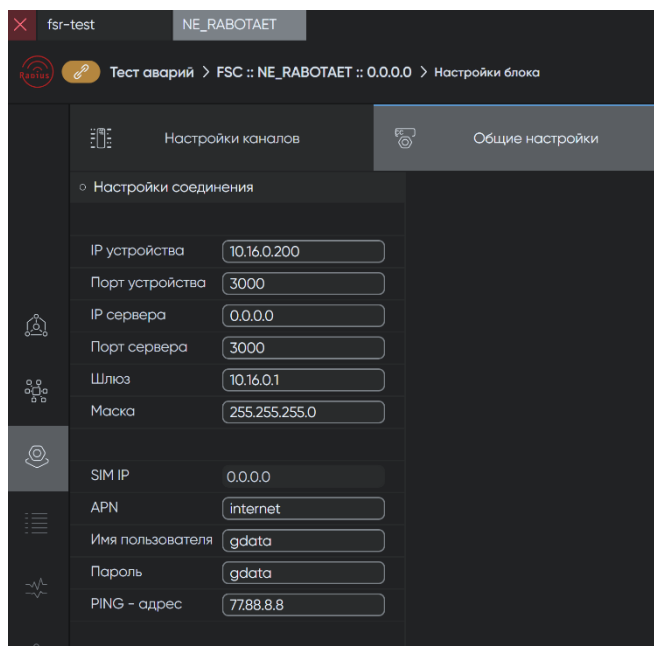

Рисунок 37 — Окно «Общие настройки»
3.12.2.1. В окне **Общие настройки** находятся разделы – **Настройки соединения, Информация** (рисунок 37).